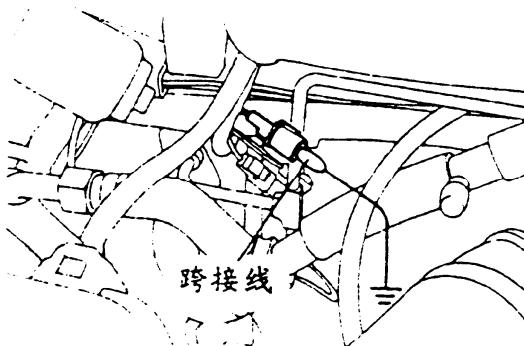

图 3-37 使用跨接线将点火正时调整端子搭铁
- (4) 拆下点火正时调整接头的防水套接头。
- (5) 如图 3-37 所示, 使用跨接线将点火正时调整端子搭铁。